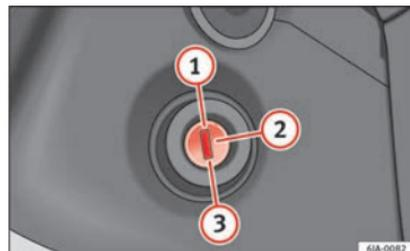

Fig. 172 Positions de la clé de contact.
- Au cours de la conduite avec le moteur à l'arrêt, la clé de contact doit toujours se trouver dans la position ② » **fig. 172** » page 160 (contact d'allumage mis). Cette position est indiquée par l'allumage des témoins de contrôle. Dans le cas contraire, le blocage intempestif de la direction pourrait survenir - risque d'accident !
- Il est possible d'actionner le démarreur (position de la clé de contact ③ » **fig. 172** » page 160) uniquement si le moteur est à l'arrêt. En actionnant le démarreur avec le moteur en mouvement, les butées peuvent être endommagées.
- Appuyez à fond sur la pédale d'embrayage puis démarrez le moteur ③ »» **fig. 172** »» page 160, sans appuyer sur la pédale d'accélérateur. Maintenez la pédale d'embrayage enfoncée jusqu'à ce que le moteur démarre.
- Relâchez la clé de contact dès que le moteur démarre. La clé revient en position ②.
- Au bout de 10 secondes, si le moteur ne démarre pas, replacez la clé sur la position ①. Renouvelez l'opération après 30 secondes.
Coupez le moteur en tournant la clé de contact jusqu'à la position ① »» **fig. 172** »» page 160.